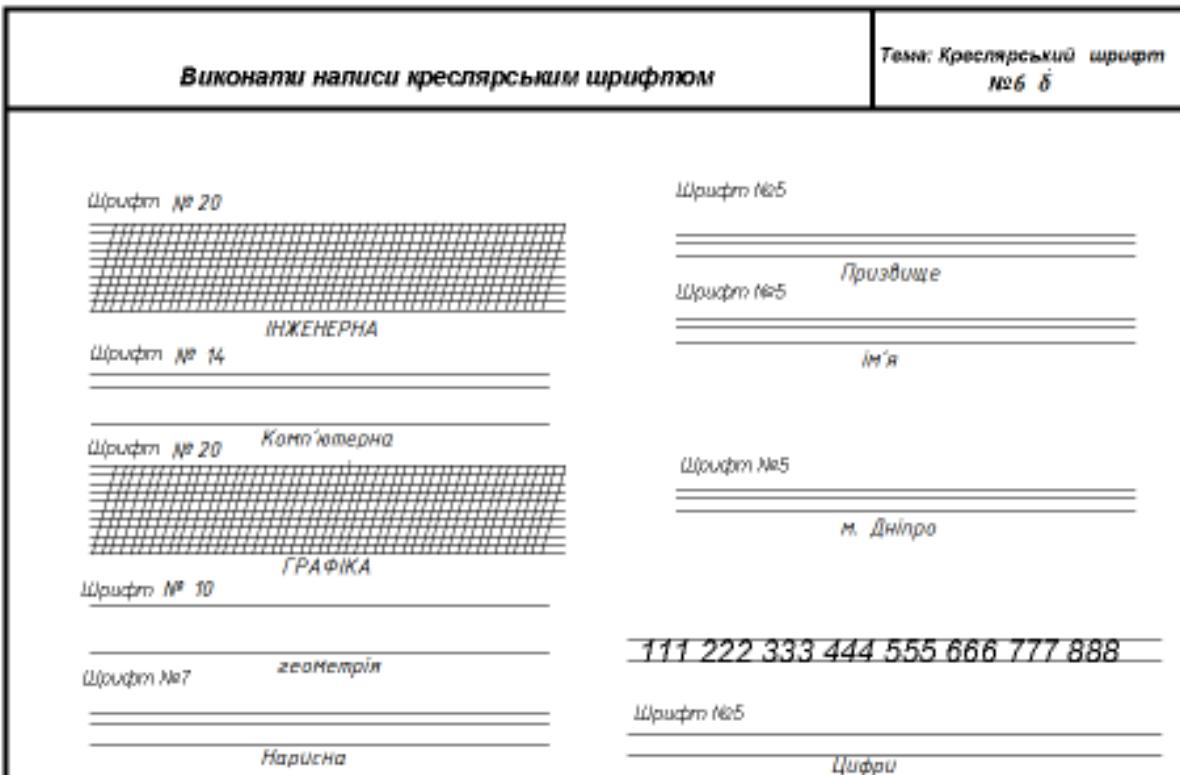

Рис. 17 – завдання № 6 б.
3. Виконати надписи креслярським шрифтом різними висотами (рис. 17).